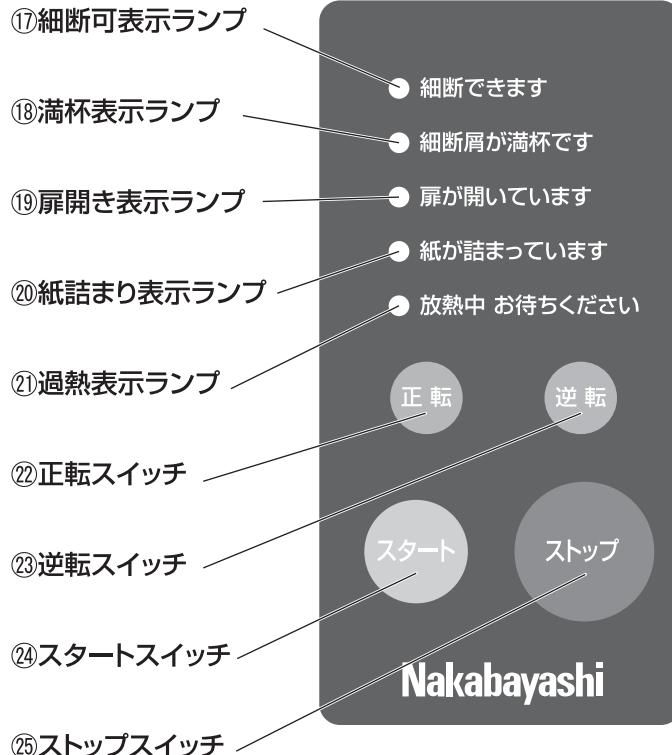

図2 操作パネル拡大図
P7 図2参照
- 扉⑨を閉めてください。
- スタートスイッチ④を押して、細断可表示ランプ⑦の点灯を確認してください。
- P7 図2 参照